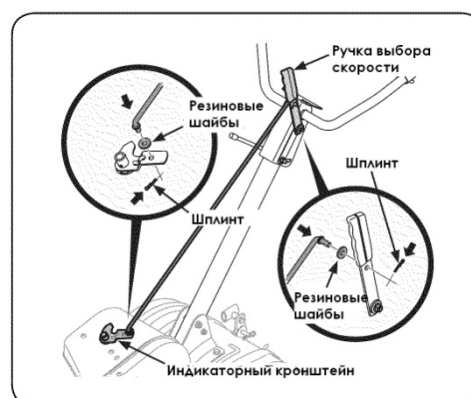

Рис.5
3. Установите короткий загнутый конец тяги управления в кронштейн индикатора скорости, расположенный на крышке коробки скоростей, и зафиксируйте ранее удаленным пружинным шплинтом. См. Рис.5.
4. Установите другой более длинный конец тяги управления в отверстие ручки выбора скорости и зафиксируйте пружинным шплинтом. См. Рис. 5.